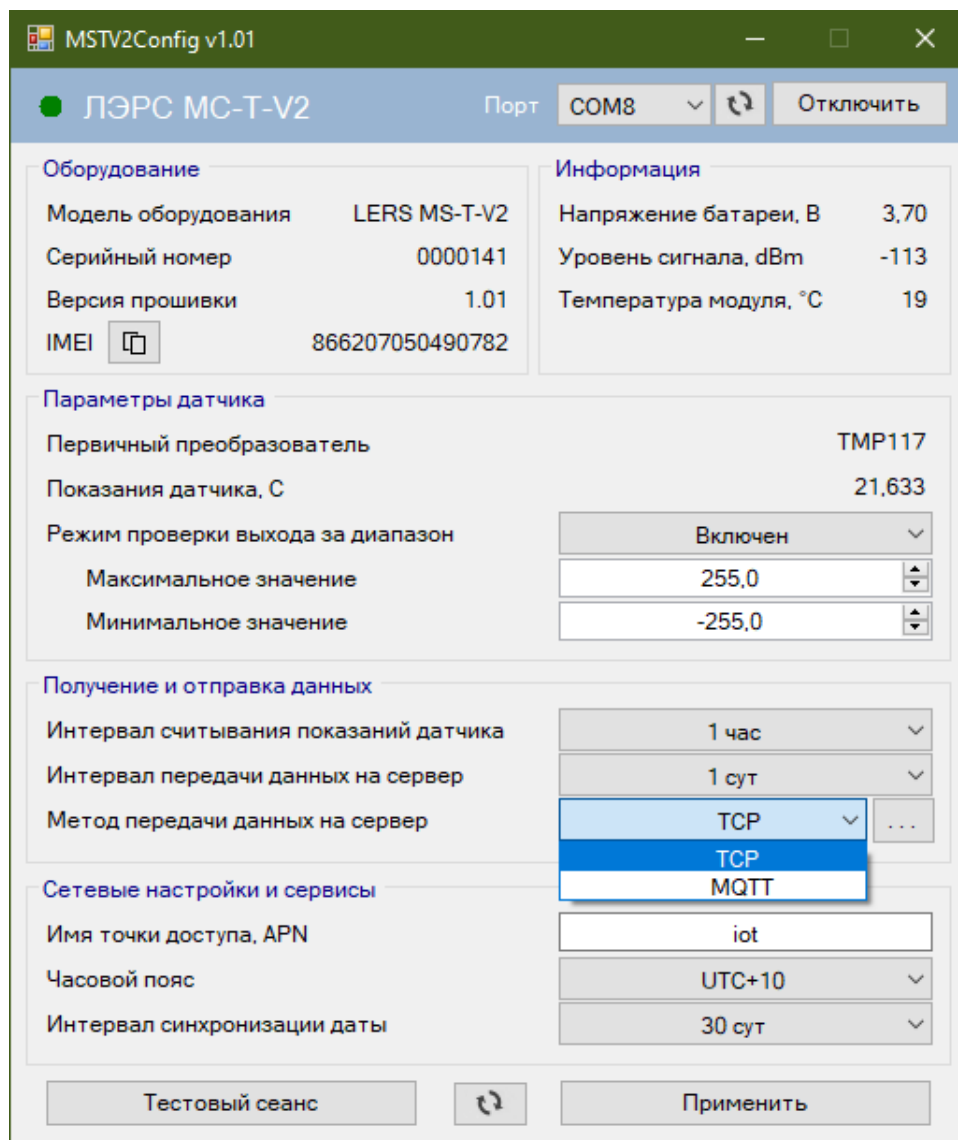

Рисунок 5. Окно утилиты конфигурирования
3. Запустить утилиту конфигурирования «ЛЭРС MC Конфигуратор» (см. рисунок 5), выбрать необходимый COM-порт и установить связь с устройством.